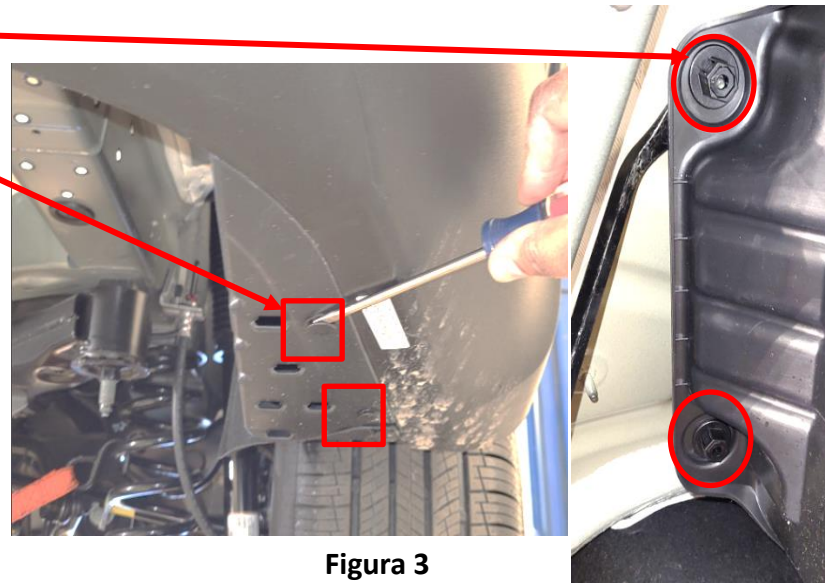

Figura 3
- b) Con un destornillador de cabeza plana y una barra de apalancar, quitar (5) remaches de plástico del panel inferior de la carrocería del lado del pasajero, ver la **figura 3**. Conservar para reinstalación.